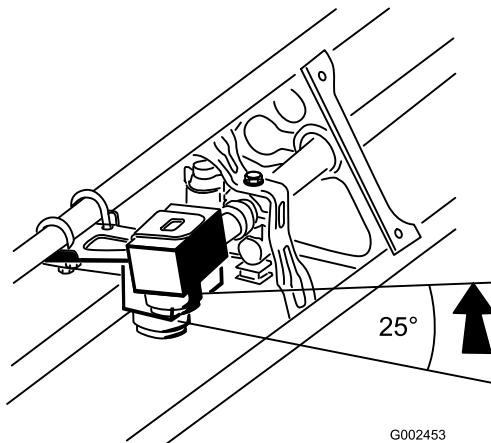

Figure 3
4. Pivotez le capteur et le tube de protection vers le haut, à environ 25 degrés au-dessus d'un plan parallèle au sol, puis serrez tous les contre-écrous sur les étriers filetés pour fixer le capteur et le tube de protection (Figure 3). Le tube de protection doit rester au-dessus du capteur lorsque le réglage est terminé.